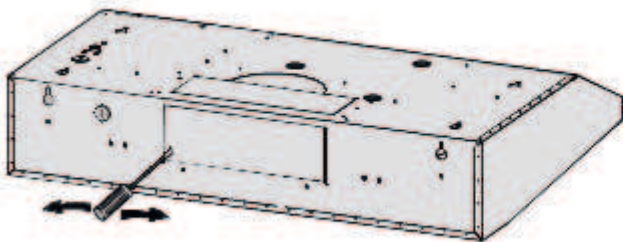

Figure 11
- Pour une évacuation rectangulaire vers l'arrière (horizontale), il suffit d'installer le registre rectangulaire fourni (voir les figures 11, 12 et 13) en utilisant vis 4 × 8 mm.